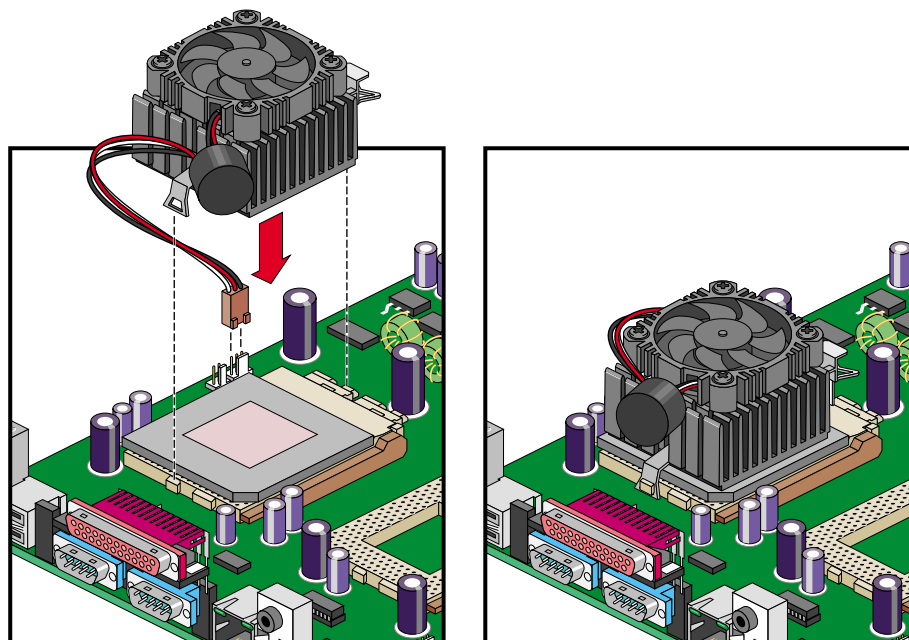

图 3-3 将金属支架锁定在正确位置
4. 将风扇 / 散热片金属支架的一端连到 CPU 插槽中，向下轻推金属支架的另一端，直到将其锁定在正确的位置，如图 3-3 所示。